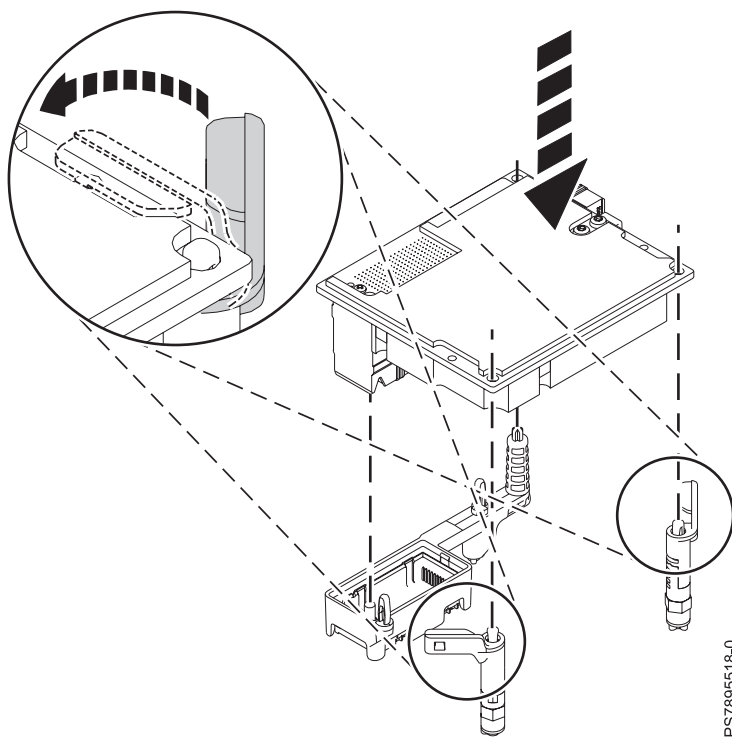

Figure 30. Installation d'une carte réseau sur son connecteur
5. Vérifiez que les deux pattes de déverrouillage bleues du logement sont en position ouverte (voir figure 30, à la page 67).